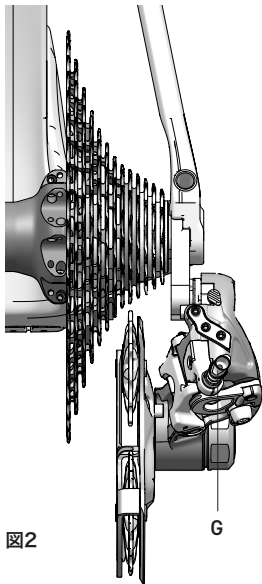

図2
- 上側プーリーがスプロケットの右側に位置している、またはリア・ディレイラーが大きいスプロケットに上がらない場合は、調整ねじ（G - 図2）を反時計回りに回し（緩め）、リア・ディレイラーを内側に動かします。